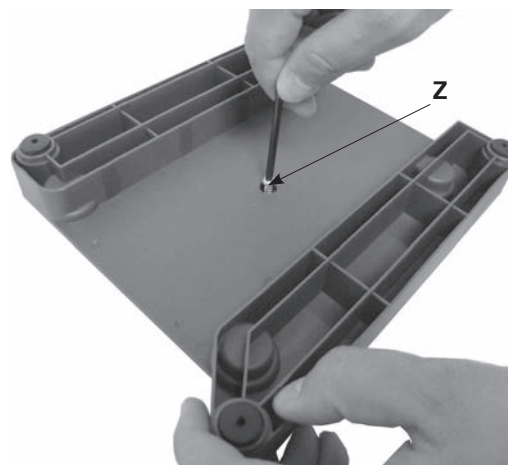

Fig. 21a
ネジ (Z) を完全に脚から取り外します。(Fig. 21a)